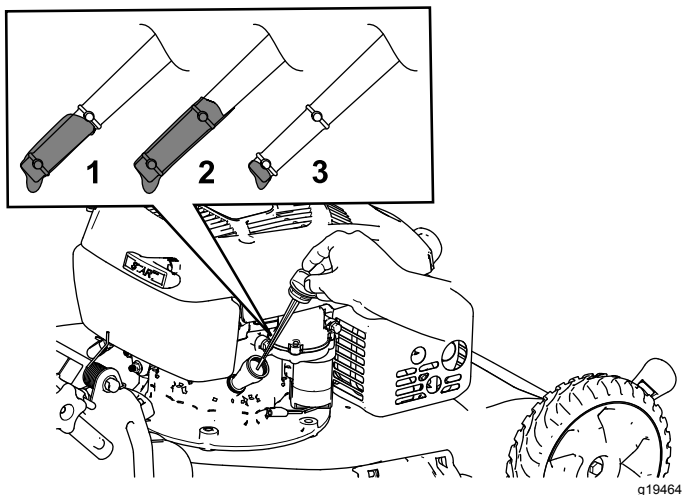

Figure 28
3. Tournez le bouchon dans le sens antihoraire et sortez la jauge (Figure 28).